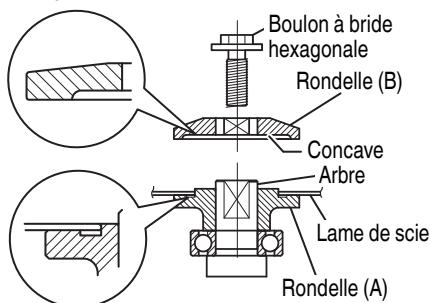

Fig. 8
2. Montage de la lame de scie (Fig. 8)
- 2) Appliquer de l'huile machine de qualité sur les surfaces des rondelles (B) et (A) qui entrent en contact avec la lame.
- 3) Comme l'illustre la Fig. 8, un côté de la lame de scie doit se fixer sur le centre de projection de la rondelle (A) qui correspond au diamètre interne de la lame et l'autre côté sur la partie concave de la rondelle (B).